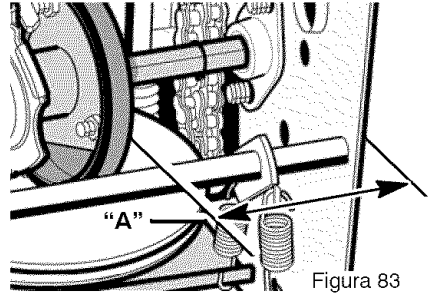

Figura 83
7. Fijese en la posición de la **rueda de fricción** (consulte la Figura 83). La distancia correcta "A" desde el lado derecho de la **rueda de fricción** hasta la parte exterior de la caja del motor es la siguiente:
3. Mueva la **rueda de fricción** a la posición correcta (Figura 83).